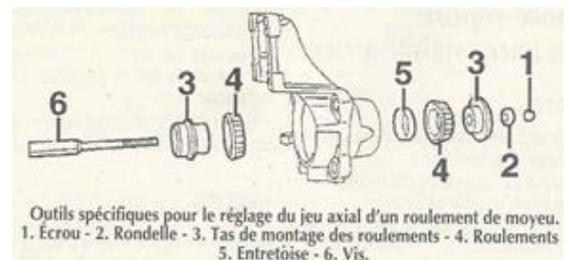

Abbildung 1
2) Installieren Sie das Einstellwerkzeug (Abb.1) und ziehen Sie die Mutter mit 10 Nm an; lösen Sie leicht und drehen Sie die Baugruppe in beide Richtungen und ziehen Sie dann die Mutter mit 10 Nm wieder an.